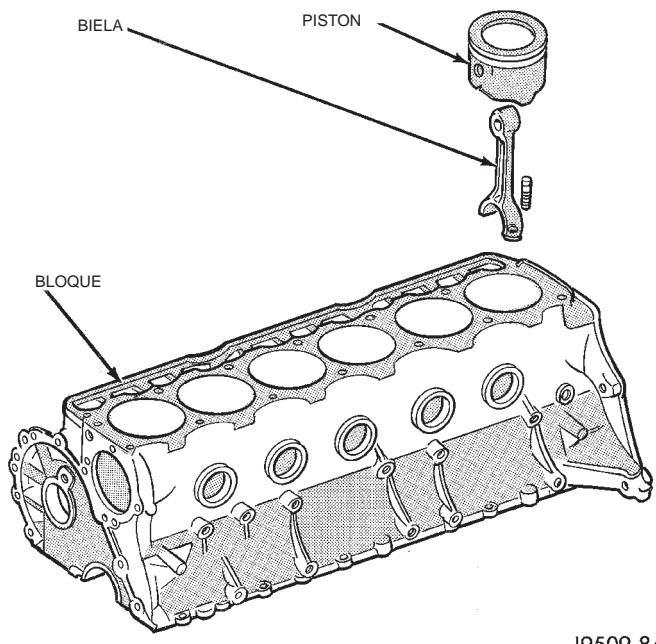

Fig. 55 Desmontaje del conjunto de biela y pistón
(12) Solicite a un ayudante que empuje el conjunto de biela y pistón hacia arriba hacia la parte superior de los huecos de los cilindros (Fig. 55).